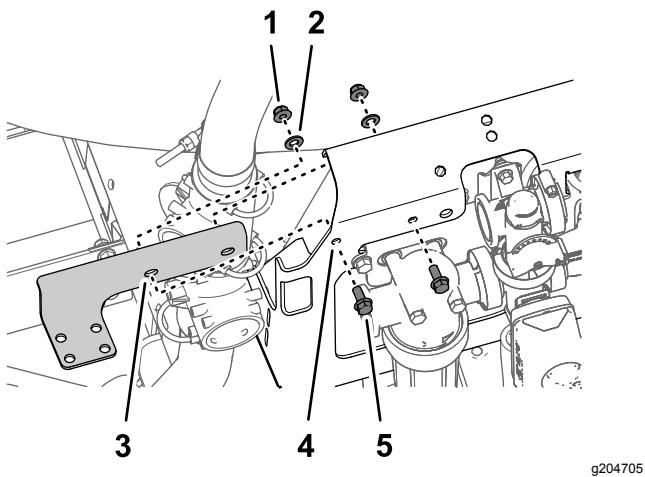

図 6
- バルブマウントブラケットをバルブサポートの正面に組み付ける図 6 フランジヘッドボルト5/16 x 3/4 インチ4本、フランジロックナット5/16 インチ4枚、ワッシャ5/16インチ4個を使用する。